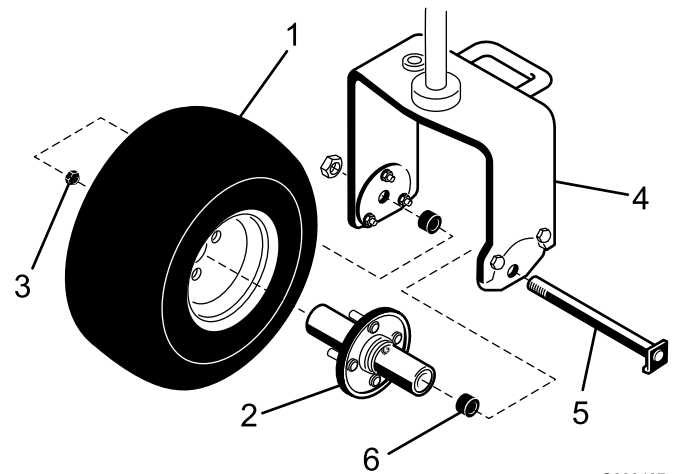

Figure 3
- Fixez le moyeu à la jante de la roue arrière au moyen de 4 écrous (Figure 3). Serrez les écrous à un couple de 95 à 122 Nm.
- Enlevez le boulon et le contre-écrou des trous de montage de la roue dans la chape de roue arrière (Figure 3).
- Placez la courbe de la tête de boulon sous le bord inférieur de la plaque adaptatrice (Figure 3). Montez et serrez le contre-écrou de fixation de la roue dans la chape. Ne serrez pas excessivement le contre-écrou car la roue doit pouvoir tourner librement.